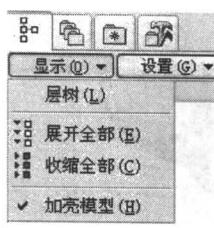
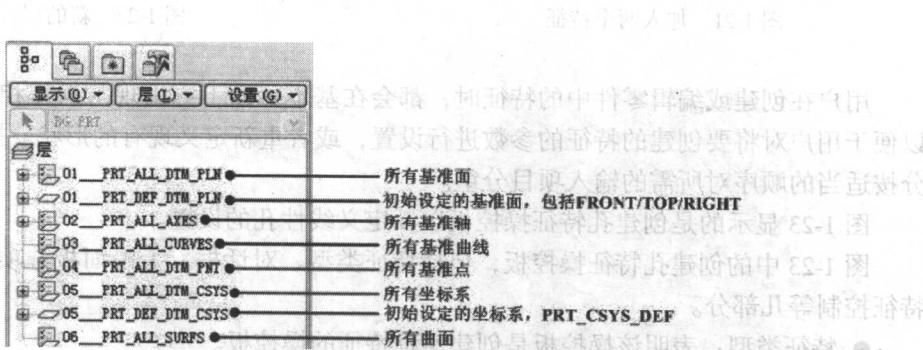

图 1-14 模型树的【显示】下拉菜单
图1-19 默认系统设置的层
(1) 【显示】菜单 单击模型树窗口中的【显示】下拉菜单，则系统将会弹出如图 1-14 所
导航器在文件开启后默认显示为模型树。打开pump\_cover.prt文件，单击图1-14模型树【显示】菜单，选择【层树】，或者在上工具栏中单击显示层按钮，导航器切换为层树。层一般按照类别加以归类。在默认系统设置下，零件模型中包括如图1-19所示的一些层。
- 1) 打开pump\_cover.prt文件，单击的模型树的【显示】菜单中选择【层树】，如图1-14所示。